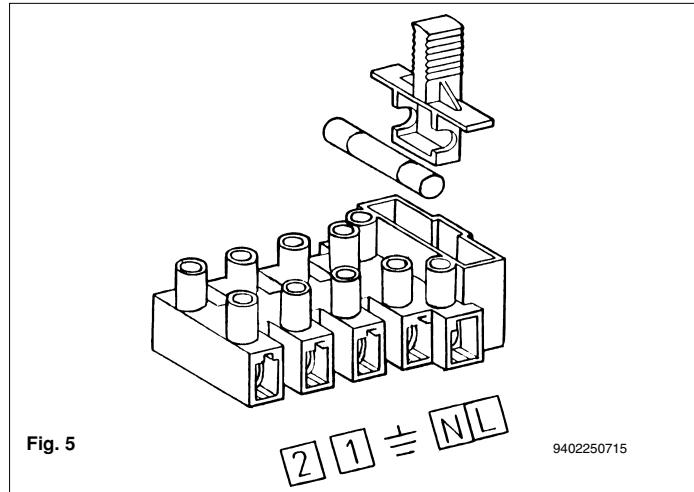
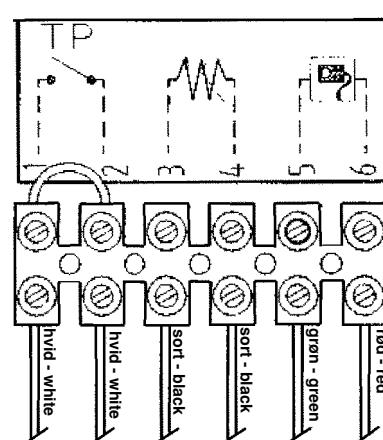

Fig. 5
Fig. 6
- befæstigelsesskruerne for låget skrues af; nu kan man nå elforbindelsen (fig. 5).
- Unscrew the fixing screws for the cover; now you can access the connection to the mains supply (fig. 5)
- åbn for klemrækken (fig. 5) som beskrevet i det foregående kapitel;
- fjern lusen mellem klemme (1) og (2);
- open the terminal block (fig. 5) as described in the previous section;
- remove the jumper from between terminal (1) and (2);
- Tilslutning af udeføler til fjernbetjening og af termostat til gulvvarme foretages til klemrækken. Denne befinder sig på låget af kedelstyringens instrumentpanel (fig. 6).
Fjernbetjeningens kabler tilsluttes klemme 5 og 6 (Fig. 6). Klemme 5 skal forbindes til fjernbetjeningens plus (+) - klemme. Forbindelsen (lusen) mellem klemme 1 og 2 fjernes (Fig. 5). For at benytte fjernbetjeningen skal sommer/vinter-omskifteren stå på sommer. I denne position vil kedlens kontrollamper (4-5 i Fig. 3) blinke, når der er varmebehov på radiatorkredsen eller varmtvandsbeholderen.
- The outside probe for remote control and the thermostat for floor heating are connected to the terminal block. This is located on the cover of the instrument panel of the boiler controls (fig. 6).
- **Remote control (accessory):** Connect the cables of the remote control to terminals 5 and 6 (fig. 6). Terminal 5 must be connected to
Remove the connection (jumper) between terminals 1 and 2 (fig. 5). In order to use the remote control, the summer/winter switch must be set to summer.